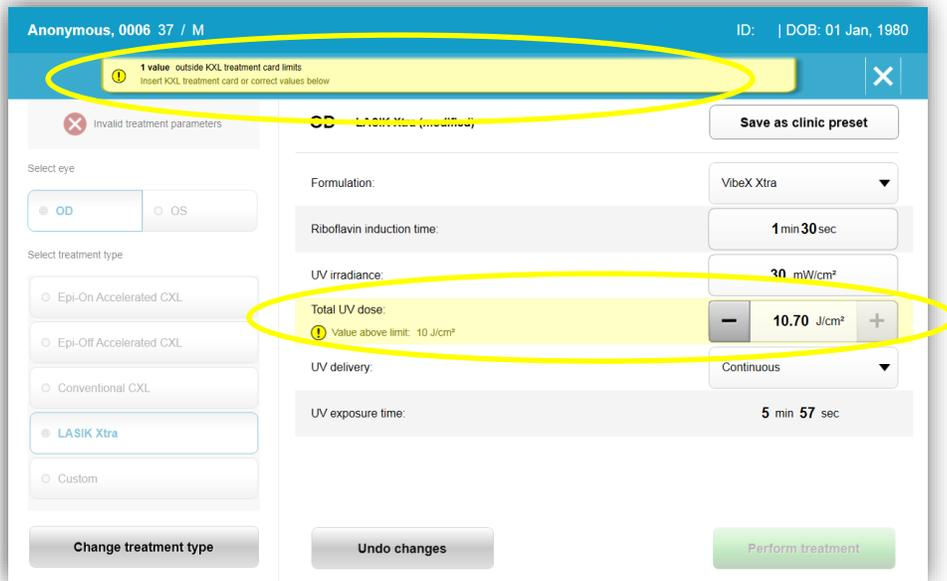

Figura 3-17. Parâmetros de tratamento inválidos
- Caso o usuário tenha o cartão de tratamento inserido durante a programação dos parâmetros de tratamento que estão fora do(s) valor(es) permitido(s) controlado(s) pelo cartão RFID, a seguinte mensagem aparecerá e 'realizar tratamento' não poderá ser selecionado, conforme mostrado na Figura 3-17.